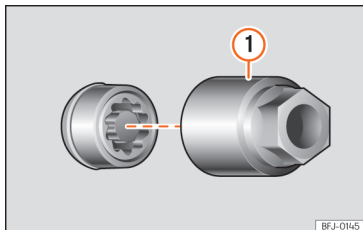

Abb. 251 Diebstahlhemmende Radschraube mit Abdeckkappe und Adapter
- Setzen Sie den Spezialadapter »» (Abb. 251) ① (Bordwerkzeug »» S. 338) bis zum Anschlag in die diebstahlhemmende Radschraube ein.